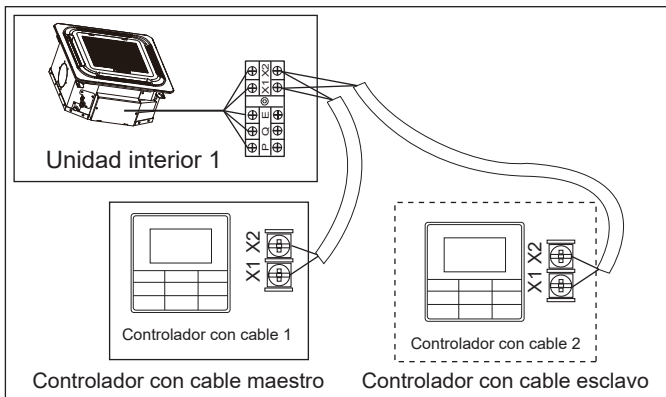

Figura 6.7
- Utilice 1 controlador con cable para controlar 1 unidad interior o 2 controladores con cable (un controlador maestro y uno esclavo) para controlar 1 unidad interior (véase figura 6.7);